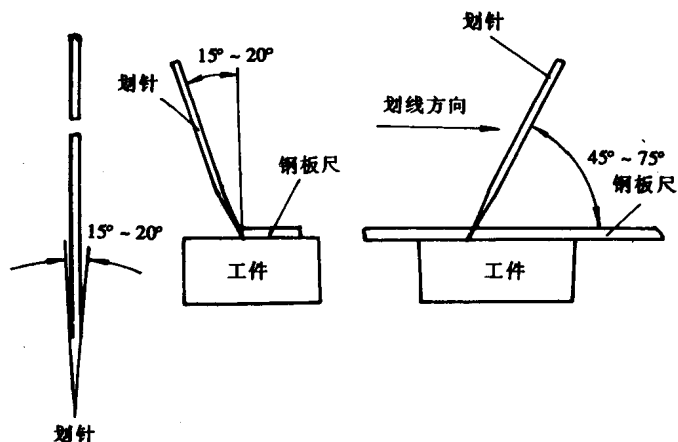

图 1-7 划针使用方法
(1) 划线平板
(3)划针 用于在工件上划线条,由弹簧钢丝或高速钢制成的,直径一般为 $\phi(3 \sim 5)$ mm,尖角为 $15^\circ \sim 20^\circ$ 。划针使用方法如图 1-7 所示。